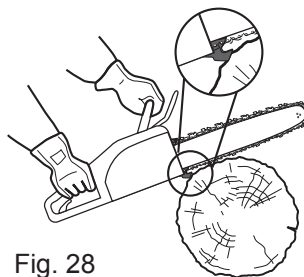

Fig. 28
- > Attendez que la chaîne [3] tourne à plein régime avant de commencer à couper. Avant de commencer la coupe, posez la tronçonneuse sur le bois en l'appuyant sur la griffe d'abattage [18], puis servez-vous de la griffe d'abattage comme point de levier au cours de la coupe (Fig. 28).